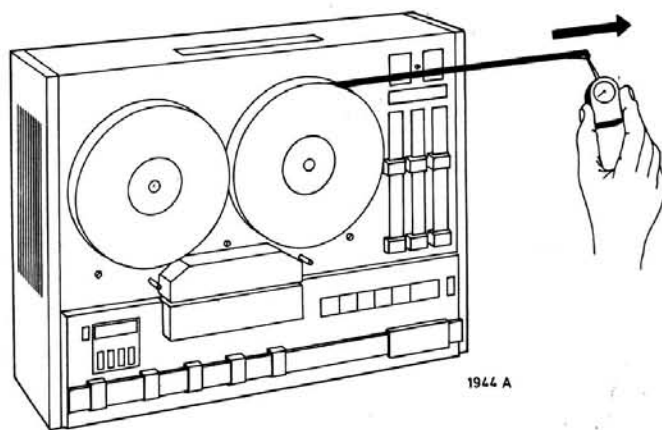

Fig. 28
- De remkracht van de linker en rechter spoelschotel moet ca. 600 grcm bedragen. Deze kracht kan worden gemeten met behulp van een volle spoel en een veerdrummet, zoals in fig. 28 is aangegeven. De meter moet voor de diverse spoeldiameters de volgende waarden aangeven: